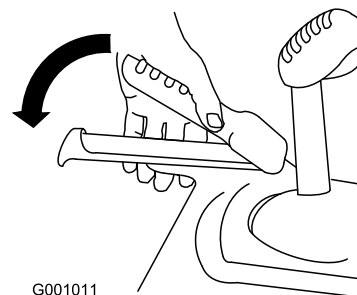

Figure 30
1. Pour engager la transmission aux roues, serrez le levier gauche (déplacement) contre la poignée (Figure 30).